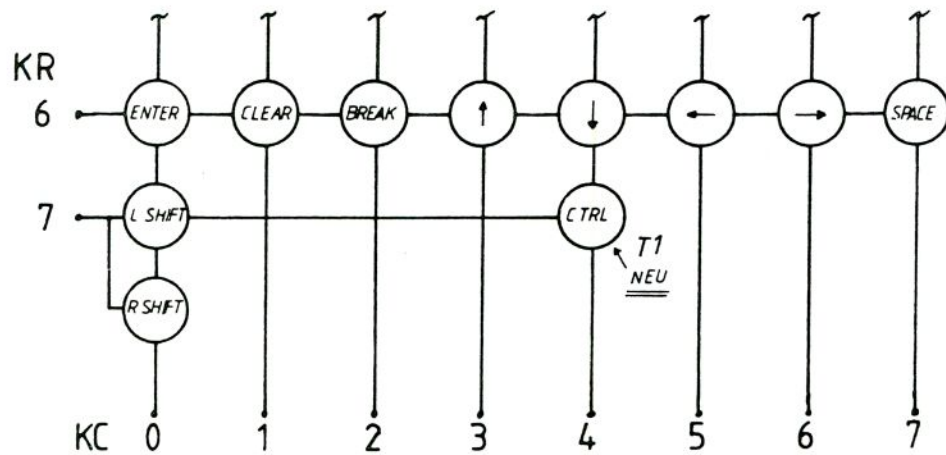

Bild 1
1) Einbau der CTRL Taste nach Bild 1